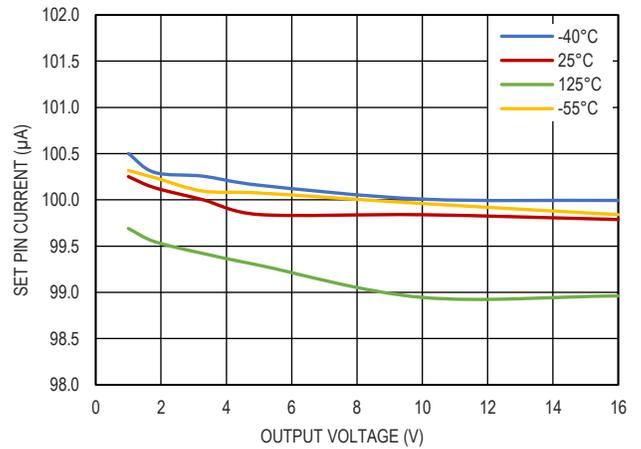

图 9. SET pin 电流和输出电压的关系
VIOC 引脚用于控制前级开关电源 (例如降压、升压、降压-升压等), 无论 LDO 的输出电压如何, 都能保持 GM12051-1 两端的恒定电压, 以实现效率最大化的同时又保持 PSRR 的性能。VIOC 引脚是快速单位增益放大器的输出, 用于测量 IN 和 OUT 之间的差值或 1.5V, 以较高者为准。如图 9 所示, VIOC 特性简单易用。只需将 VIOC 引脚连接到前级开关电源的反馈 (FB) 引脚, 就可调节 GM12051-1 的输入输出差分分到开关电源的反馈电压。并联多个 GM12051-1 时, 将其中一个 GM12051-1 的 VIOC 引脚连接到上游开关转换器的反馈引脚, 悬浮剩余 VIOC 引脚即可。